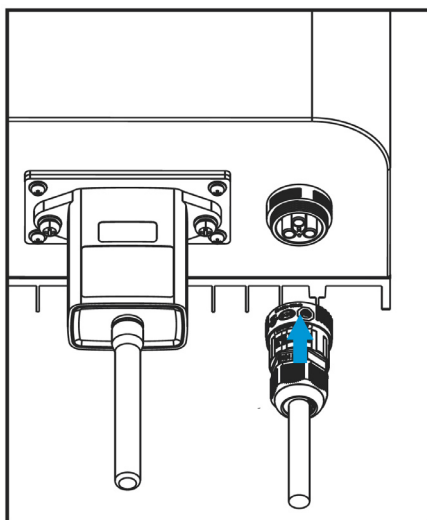

Figura 5.10 Conexão de entrada CA
Passo 7: Conecte os terminais ao inversor conforme mostrado na figura 5.10.